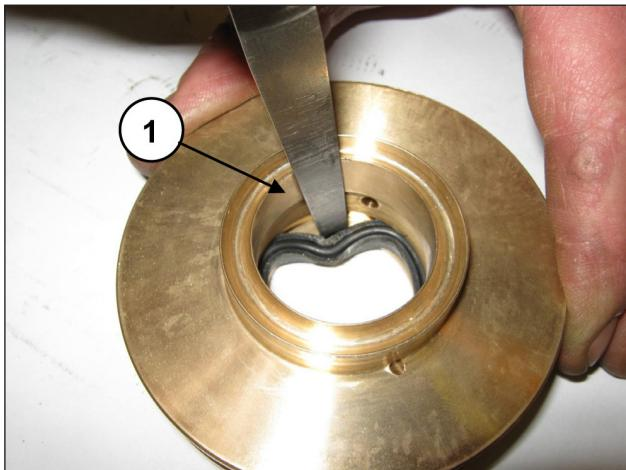

图 176
要拆除低压密封圈，必须使用厚度计或不会损坏密封圈底座底部的工具（位置①，图 176）。